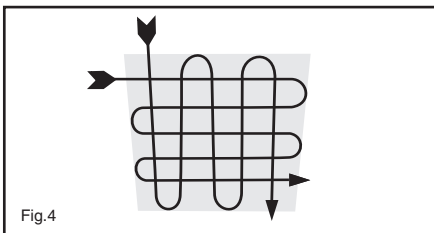

Fig.4
4. Si vous pulvérisez une grande surface ou un gros objet, il est recommandé d'utiliser un mouvement croisé, de droite à gauche puis de haut en bas ou vice-versa. Ceci assurera une couverture optimum (Fig.4).